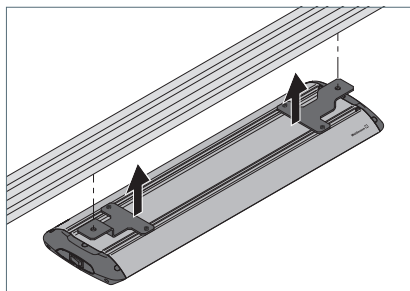
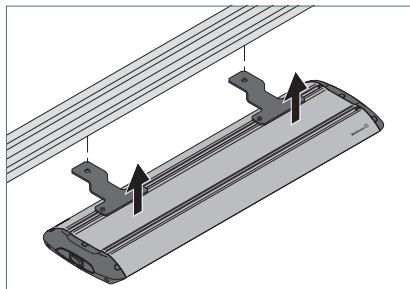

Fig. 8: Montaggio dell'apparecchio d'illuminazione con tipo di montaggio "in alto, fisso", possibilità 1.
Fig. 9: Montaggio dell'apparecchio d'illuminazione con tipo di montaggio "in alto, fisso", possibilità 2.
- Montare l'apparecchio d'illuminazione con viti idonee sulla superficie di montaggio e stringere le viti, vedi Fig. 8 oppure vedi Fig. 9.